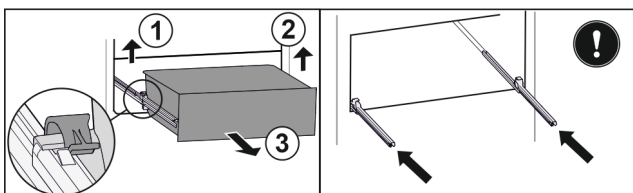

Fig. 103
- ▶ Приподнимите левый зажим и одновременно вытяните движением вперед выдвижной ящик слева. Fig. 103 (1)
- ▶ Приподнимите правый зажим и одновременно вытяните движением вперед выдвижной ящик справа. Fig. 103 (2)
- ▶ Извлеките выдвижной ящик движением вперед. Fig. 103 (3)